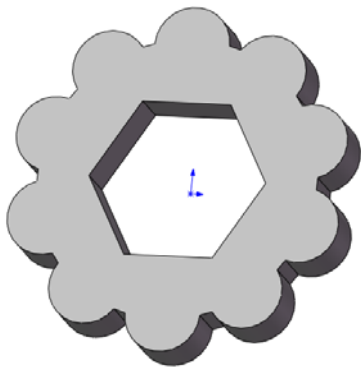
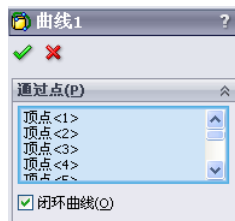

图 3-37 打开的文件实体
图 3-38 “通过参考点的曲线”属性管理器
- (1) 选择菜单栏中的“插入”→“曲线”→“通过参考点的曲线”命令，或者单击“曲线”工具栏中的（通过参考点的曲线）按钮，系统弹出“通过参考点的曲线”属性管理器。
- (2) 在“通过点”选项组中，依次单击选择如图 3-37 所示的点，其他设置如图 3-38 所示。